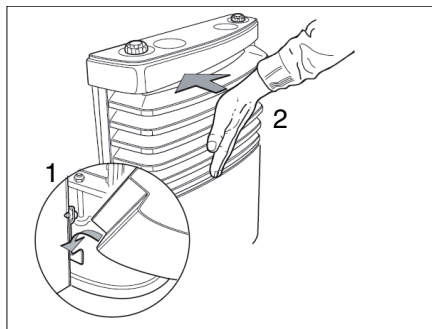

Bild 108 Sätt på hölje till värmeaggregatet
- Montera höljet på värmeaggregatet. Häng höljet i de undre lagren (Bild 108,1).
- Sväng in höljet tills låsspakarna snäpper fast hörbart (Bild 108,2).